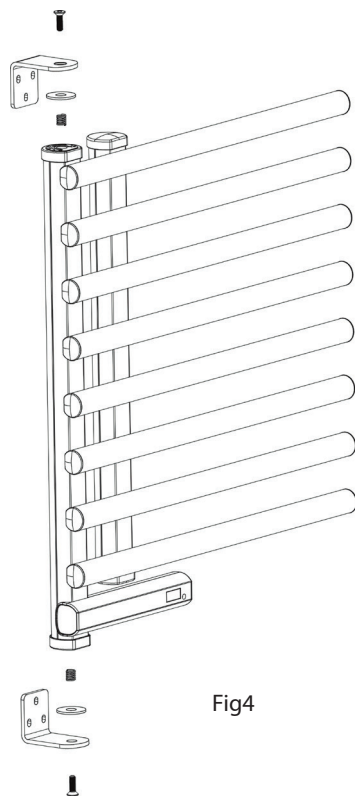

Fig4
4. Coloque el muelle en el producto como se muestra en la figura y fíjelo con un tornillo de 6x35 mm. Repita el procedimiento en la parte superior e inferior del mismo modo. Véase la Fig. 4.